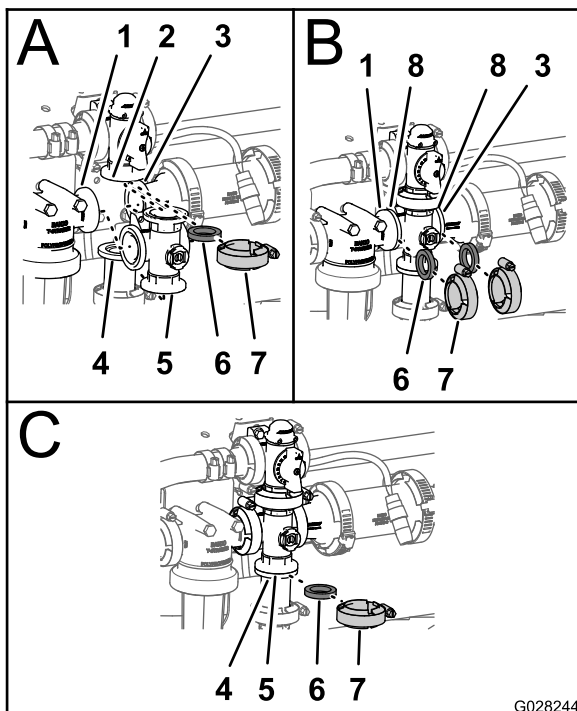

Рисунок 87
1. Совместите фланец перепускного клапана перемешивания, одну прокладку и фланец штуцера торцевой крышки коллектора клапана перемешивания (вид А на Рисунок 87).
2. Соберите перепускной клапан перемешивания, прокладку и коллектор клапана перемешивания с помощью хомута, затянув его от руки (вид А на Рисунок 87).
3. Поместите одну прокладку между фланцами головки фильтра линии нагнетания и коллектора клапана перемешивания (вид В на Рисунок 87).
4. Соберите головку фильтра линии нагнетания, прокладку и коллектор клапана перемешивания с помощью хомута, затянув его от руки (вид В на Рисунок 87).
5. Поместите одну прокладку между фланцами коллектора клапана перемешивания и переходной муфтой (вид В на Рисунок 87).
6. Соберите коллектор клапана перемешивания, прокладку и переходную муфту с помощью хомута, затянув его от руки (вид В на Рисунок 87).
клапана перемешивания (вид С на Рисунок 87).
8. Соберите коллектор клапана перемешивания, прокладку и переходной штуцер с помощью хомута, затянув его от руки (вид С на Рисунок 87).